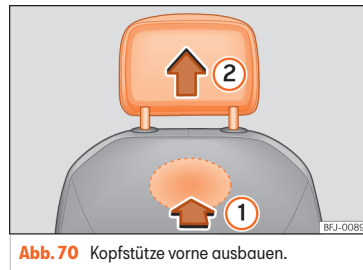

Abb. 70 Kopfstütze vorne ausbauen.
- Lokalisieren Sie zum Entriegeln der Kopfstütze die Ausparung im markierten Bereich auf der Rückseite der Sitzlehne und drücken Sie in Pfeilrichtung »» (Abb. 70) ①.
- Ziehen Sie die Kopfstütze in Pfeilrichtung ② heraus.